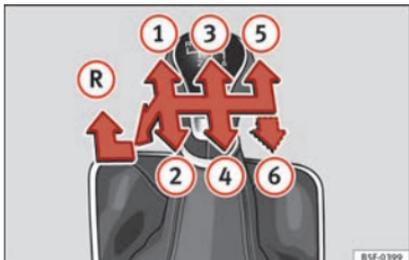

Fig. 43 Schema di un cambio manuale a 5 marce o a 6 marce.
Nella leva selettoria sono indicate le posizioni delle marce »» **fig. 43**.
- Per inserire la retromarcia, con la leva selettoria in posizione di folle, spingerla verso il basso, muoverla a fondo a sinistra e quindi in avanti »» **fig. 43** **R**.